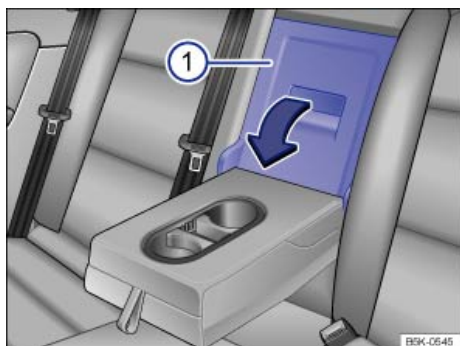

Fig. 134 En el respaldo del asiento trasero: apertura de la trampilla para cargas largas.
- Tire de la palanca de desbloqueo en el sentido de la flecha y abata completamente la tapa de la trampilla ⇒ fig. 134 ① hacia delante.